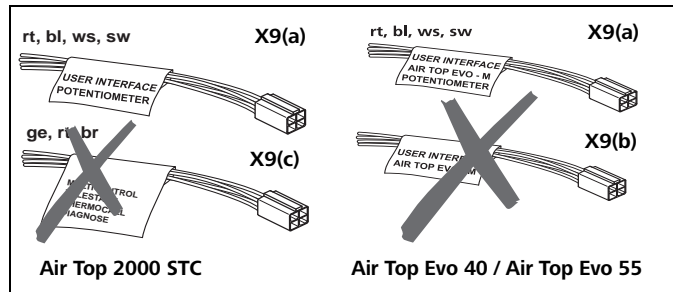
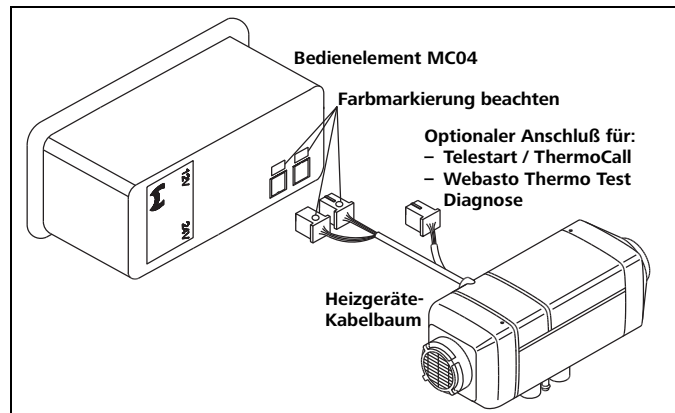

Abb. 42 Verkabelung Drehwähler
Abb. 45 Anschluss Air Top Evo 40 / Air Top Evo 55 mit Bedienelement MC04
Stecker X9(c) wird benötigt zum Anschluss eines optionalen Bedienelements oder zum Anschluss der Webasto Thermo Test PC-Diagnose. Siehe Abb. 42 und Schaltplan.
Siehe Abb. 42 und Schaltplan.
- Bedienelement mit den beiden vorhandenen Steckern am Heizgerätekabelbaum verbinden, dabei auf die Aufkleber am Kabelbaum sowie die Farbcodierung auf den Steckern achten. Siehe Abb. 42 (Stecker X9a und X9b), sowie Abb. 45.